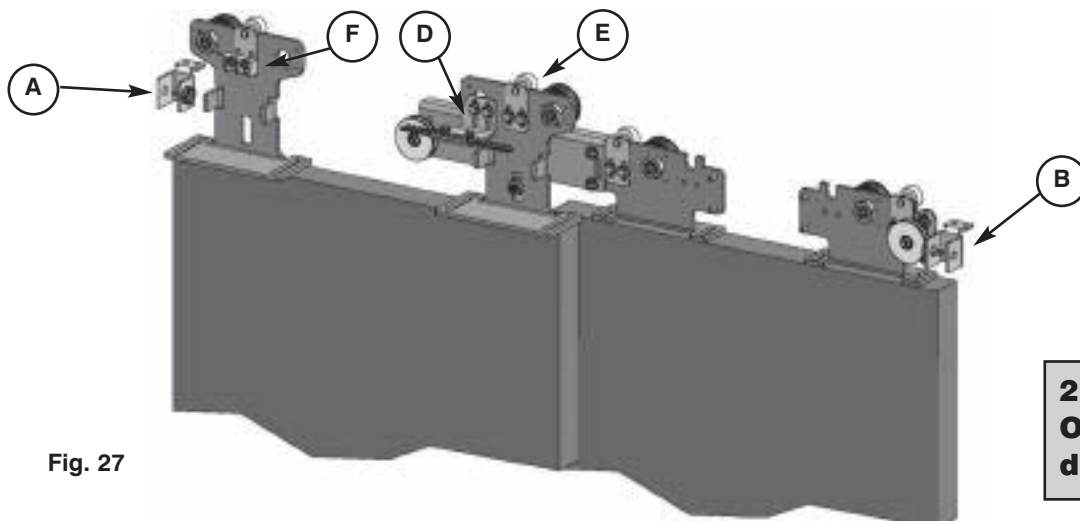

Fig. 27
- Fig. 27 part.D en cas d'automatisme à 2 vantaux avec ouverture à droite